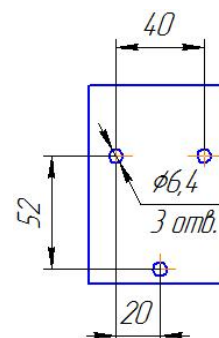

Рис.2
4.8 Схему расположения отверстий крепления на стене кронштейна поста газоразборного модели ПГК-50 см.рис.2.